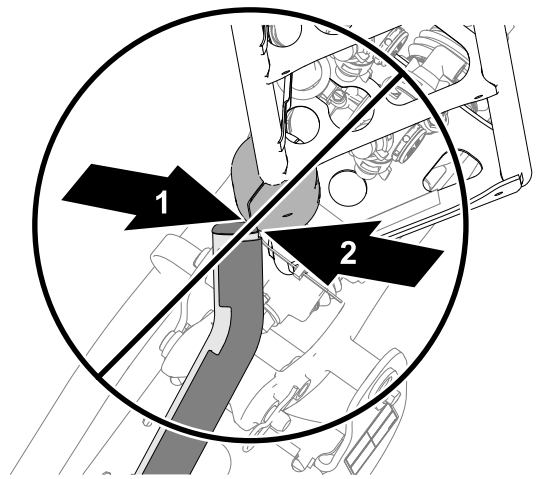
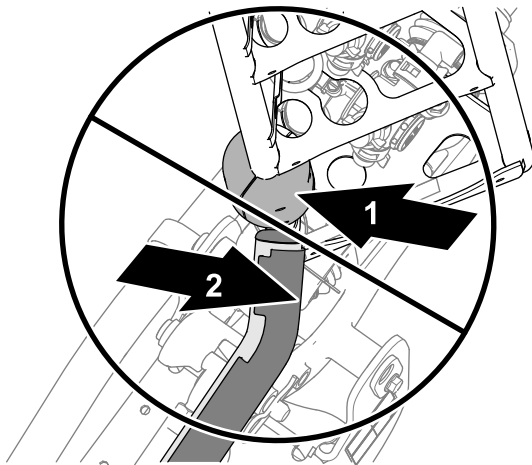
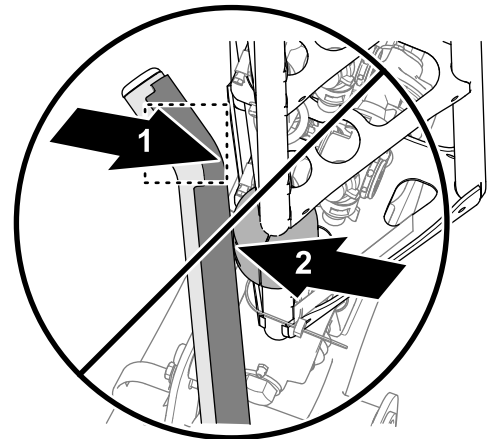

Figure 7
Figure 6
Figure 8
5. Si l'un des tubes supérieurs du berceau est mal aligné par rapport au bloc coulissant, comme montré à la Figure 6, la Figure 7 ou la Figure 8, réglez la position du berceau; voir Alignement des berceaux sur les rampes extérieures (page 85).